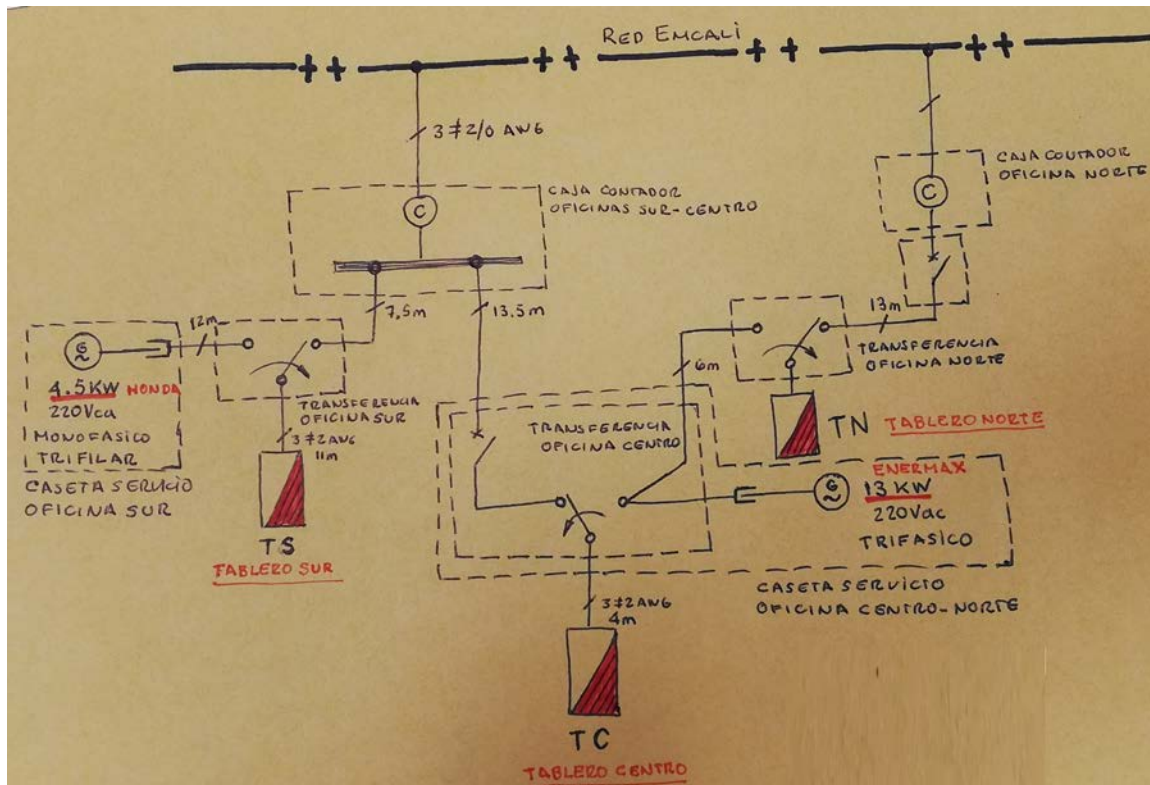

Figura 1: Diagrama Unifilar GERS
2. Solicitar a RECEPCIÓN comunicarse con EMCALI (177), reportar la situación y averiguar el tiempo de restablecimiento del servicio
3. Solicitar a vigilancia la apertura de las cajas de transferencia que están empotradas en la pared de la fachada (ver figura 1).